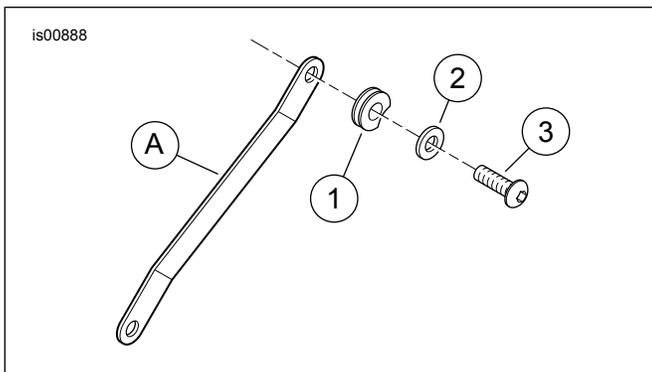

Abbildung 4. Ersatzteile, Befestigungssatz für abnehmbares Zubehör 53104-97B
Siehe Abbildung 4 und Tabelle 1.
2. Siehe Abbildung 4. Aus dem Teilesatz eine Befestigungsstellenbuchse (1), eine Schraube (3) und eine Unterlegscheibe (2) entnehmen.